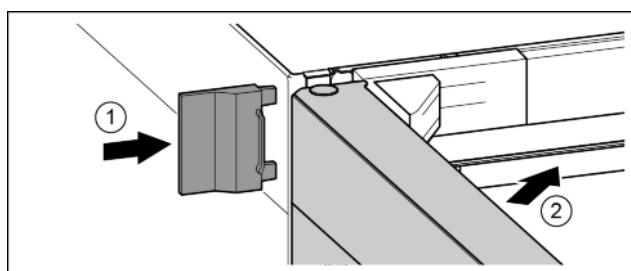

Fig. 26
- ▶ Нахлузете външния капак. Fig. 26 (1)
- ▶ Затворете горната врата. Fig. 26 (2)